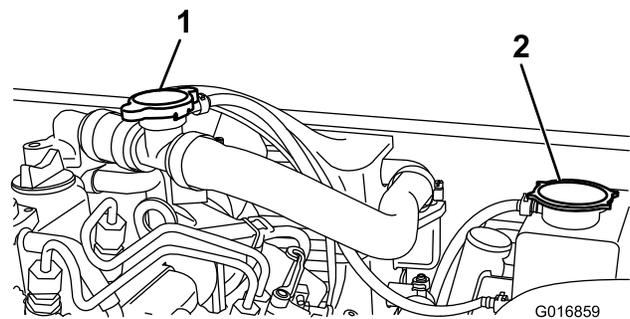

Figura 62
2. Togliete il tappo di rifornimento (Figura 62) e riempite con refrigerante.
3. Riposizionate il tappo di rifornimento e rimuovete il tappo del serbatoio di sovrappieno del radiatore (Figura 62).
2. Rimuovete il tappo dal serbatoio di sovrappieno del radiatore (Figura 62).